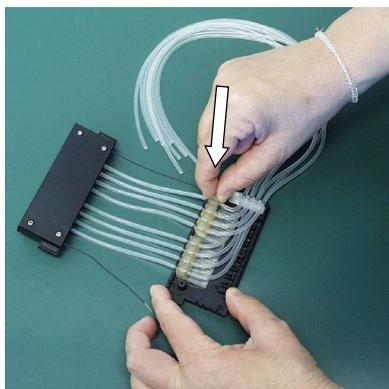

Figura 5-44. Pressione degli elementi di fissaggio dei tubi in posizione
9. Premere l'elemento di fissaggio di ogni tubo nella relativa scanalatura sulla finestrella di controllo in plastica (Figura 5-44).